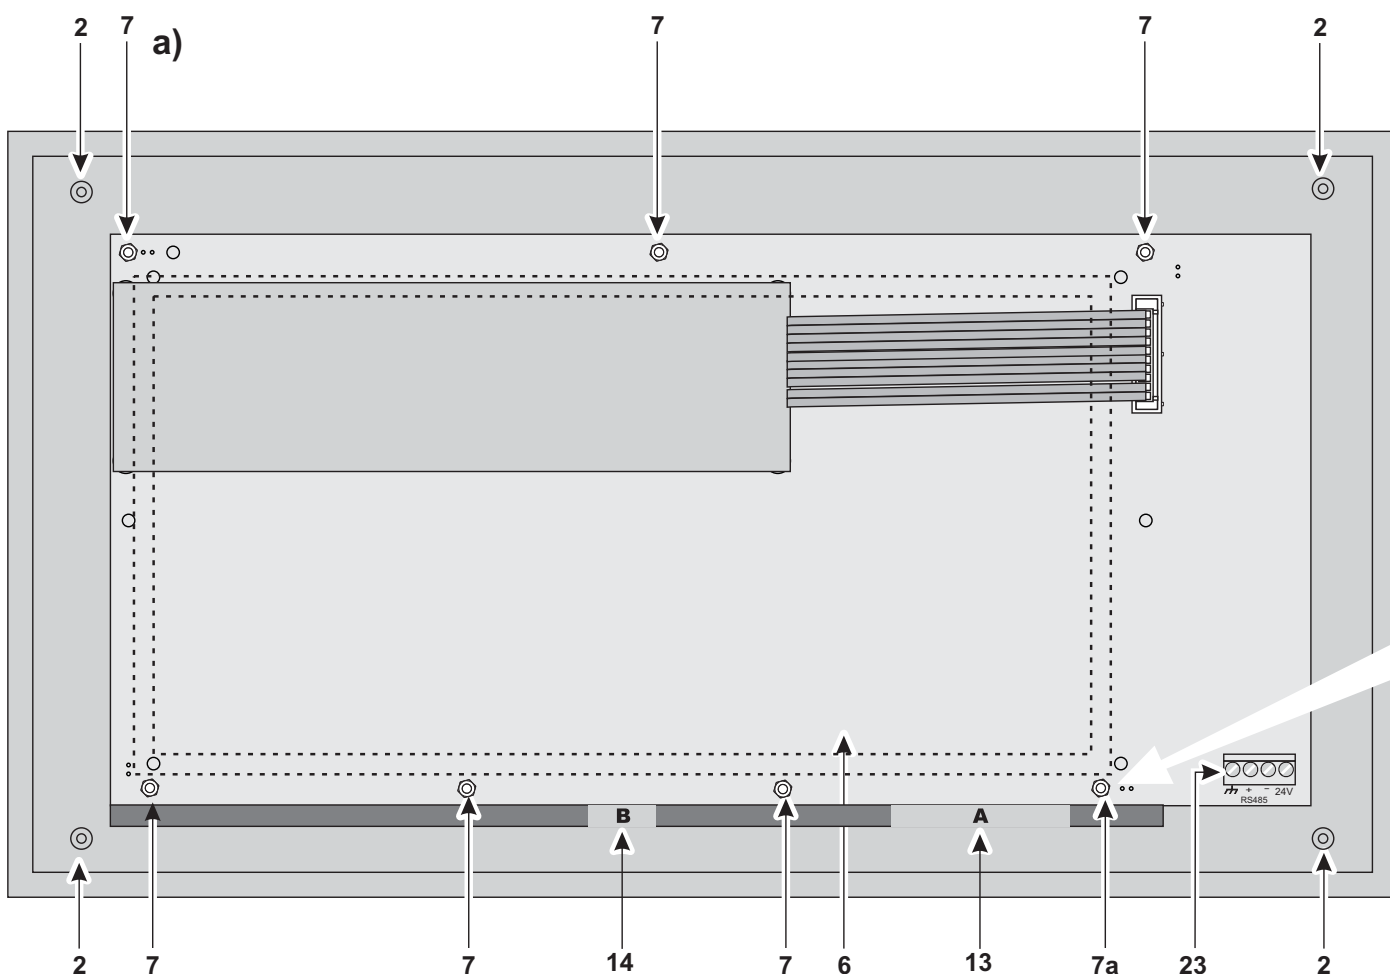

Figura 3 Configurazione massima del Repeater FC500REP a) fondo; b) pannello (vista interna)
7a	Perno per collegamento di terra. (vedi Figura 3)
1) Aprire la centrale rimuovendo le due viti (n.2 Figura 1 o il repeater rimuovendo le 4 viti (n.2 Figura 3),